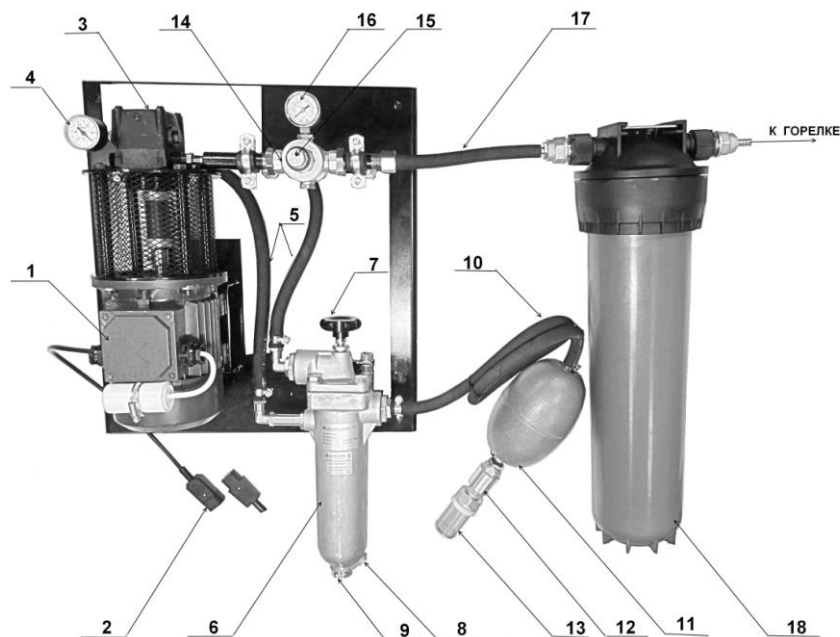
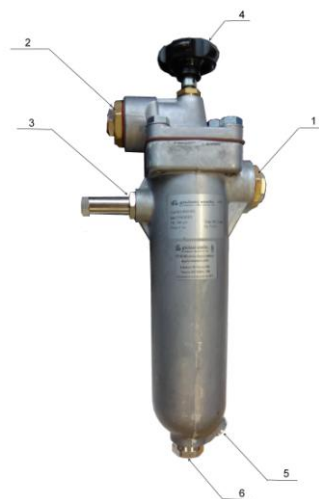
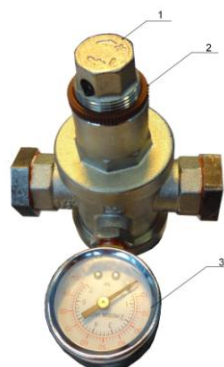

Рис. 15. Блок топливного насоса.
Рис. 16. Самоочищающийся фильтр.
Рис.17. Регулятор давления топлива.
Топливо забирается из расходного бака (*температура топлива не менее +12С*) топливным насосом (Рис.15 поз.3). Проходит через плавающий топливозаборник (Рис.15 поз.10) состоящий из сетчатого фильтра (Рис.15 поз.13), обратного клапана (Рис. 15 поз.12) , шлага 2 м и поплавка (Рис.15 поз.11). Затем топливо поступает на патрубок присоединения топливозаборника (Рис.16 поз.1),очищается в самоочищающимся фильтре и через патрубок подачи топлива (Рис.16 поз. 2) поступает в топливный насос (Рис.15 поз.3). Излишки топлива по трубопроводам циркуляции (Рис.15 поз.5) сбрасываются в самоочищающийся фильтр (Рис.16 поз.3). Разряжение на всасе насоса измеряется вакууметром (Рис.15 поз.6). Если разряжение более 0,4 бар произведите очистку сетчатого фильтра (Рис.15 поз.13) и самоочищающегося фильтра (Рис.16) провернув 4-5 раз маховик фильтра (Рис.16 поз 4).
Из насоса (Рис.15 поз.3) топливо подается на регулятор давления топлива (Рис.15 поз.15), для увеличения давления поворачивайте регулировочный винт (Рис.17 поз.1) по часовой стрелке, для уменьшения против часовой. Давление топлива контролируйте по манометру (Рис.17 поз.3). После регулировки, зафиксируйте регулировочный винт (Рис.17 поз.1) контргайкой (Рис.17 поз.2). Давление топлива после регулятора давление должно быть 2-4 бар.
Далее топливо по топливопроводам (Рис.15 поз.17) проходит через фильтр тонкой очистки (Рис.15 поз. 18) и поступает в горелку.
Ежедневно проворачивайте маховик самоочищающегося фильтра (Рис.16 поз.4) 4-5 раз. Не реже одного раза в неделю сливайте конденсат и отложения, отвернув дренажную заглушку (Рис.16 поз.5)
При сильном загрязнении фильтра на всасе топливного насоса (Рис.17 поз.13), самоочищающегося фильтра (Рис.17 поз.6), фильтра топливного насоса (Рис. 20 поз.3), фильтра тонкой очистки (Рис.17 поз.18) возрастает усилие на валу насоса, что ведет к перегреву и выходу из строя электродвигателя и топочного автомата. Для предотвращения данной ситуации в электрическом шкафу горелки (Рис.6 поз.1) установлен автомат с надписью «НАСОС», который при увеличении токовой нагрузки отключит электродвигатель топливного насоса.
При срабатывании автомата «НАСОС» немедленно произвести чистку фильтра на всасе топливного насоса (Рис.17 поз.13), самоочищающегося фильтра (Рис.17 поз.6), фильтра топливного насоса (Рис. 20 поз.3), замену картриджа фильтра тонкой очистки (Рис.17 поз.18).
3.5.2. Заполните топливом всасывающий трубопровод, самоочищающийся фильтр, насос, фильтр тонкой очистки и топливный бак Горелки. Для чего в комплекте топливного насоса предусмотрен кабель с вилкой прямого питания от сети 220 В, соедините кабель с разъемом топливного насоса (Рис.15 поз.2). На топливном баке Горелки есть кран сброса воздуха (Рис. 6 поз. 12). Подключите топливный насос напрямую к сети 220 В и откройте кран сброса воздуха. Когда топливная система заполнится, через шланг начнет стекать масло с пузырьками воздуха. После удаления воздуха закройте кран (Рис. 6 поз. 12). Питание насоса подключите по постоянной схеме.
- следить за показаниями вакуумметра на топливном насосе. При разрежении минус 0,4 бар необходимо очистить фильтр на входе насоса (Рис. 15 поз 13) и повернуть 5-6 раз маховик самоочищающегося фильтра;
- проворачивать маховик самоочищающегося фильтра (Рис.16 поз.4) 5-6 раз один раз сутки, даже если горелка не эксплуатируется;
- не реже, чем 1 раз в неделю сливать конденсат и грязь из самоочищающегося фильтра, отвернув дренажную заглушку (Рис.16 поз.5)
- при падении давления топлива манометре на 0,05 бар (Рис.7 поз.15) проверить состояние фильтра насоса (Рис.17 поз.3) выполнить очистку фильтра топливного насоса п.4.5.1, произвести замену фильтрующей вставки (Рис.21 поз.3) фильтра тонкой очистки п.4.5.2;